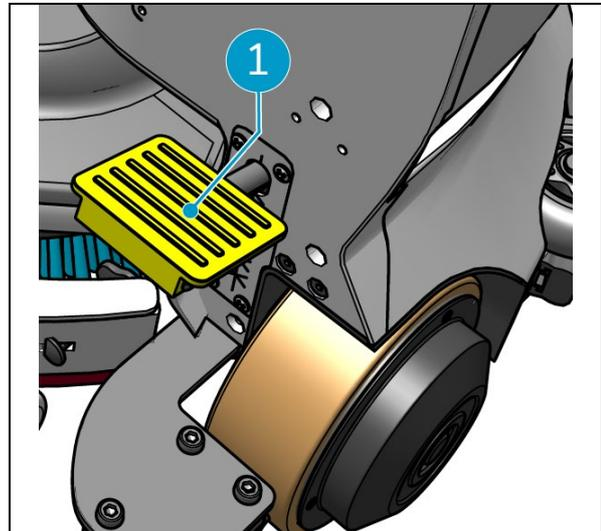

Figura 46
5. Premere il pedale (Figura 46, pos. 1) nella parte inferiore dell'unità principale per staccarla dall'i-mop XL.